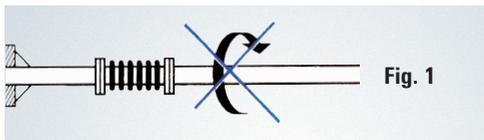

Fig. 1
- Éviter impérativement tout mouvement excessif et toute torsion pendant le montage et le fonctionnement (fig. 1)